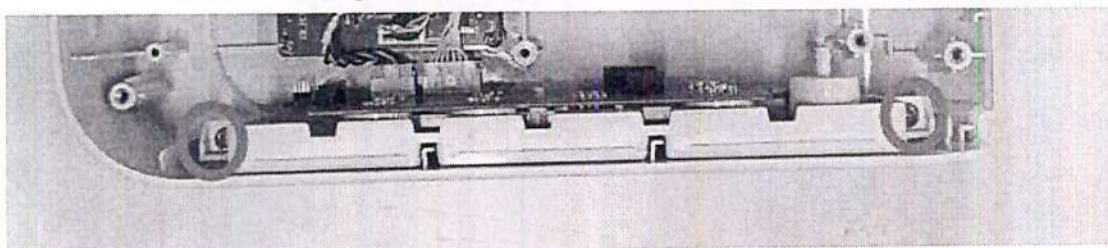

imagen 19
3. Desatornille los 2 tornillos para retirar la placa lateral (imagen 19)